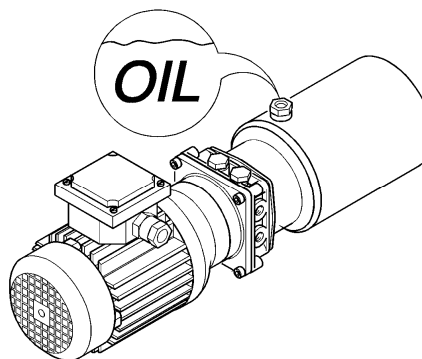

Рис.54
3. Проверяйте уровень масла в гидравлической системе один раз в месяц (Рис. 54).